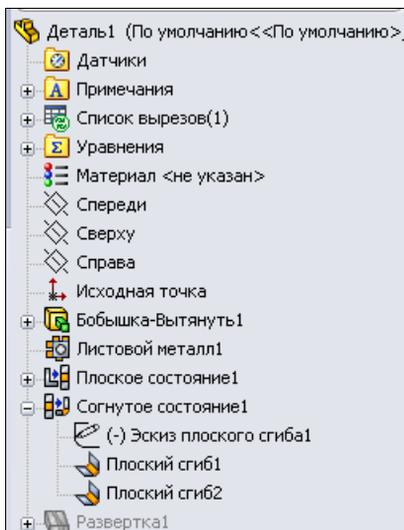

Рис. 4.11
8. Далее следует выбрать: **Согнутое состояние1 | Эскиз плоского сгиба1 | Редактировать эскиз**. Вы войдете в режим редактирования эскиза и получите возможность рисования линий сгиба. После того как будут нарисованы линии сгиба, необходимо выйти из режима редактирования эскиза. На детали появятся сгибы, а в Дереве Конструирования — ветви: **Плоский сгиб1**, **Плоский сгиб2** и далее, по количеству линий сгибов (рис. 4.11). По умолчанию сгибы выполняются под углом 90° и радиусом, который был указан ранее в окне **Сгибы**.